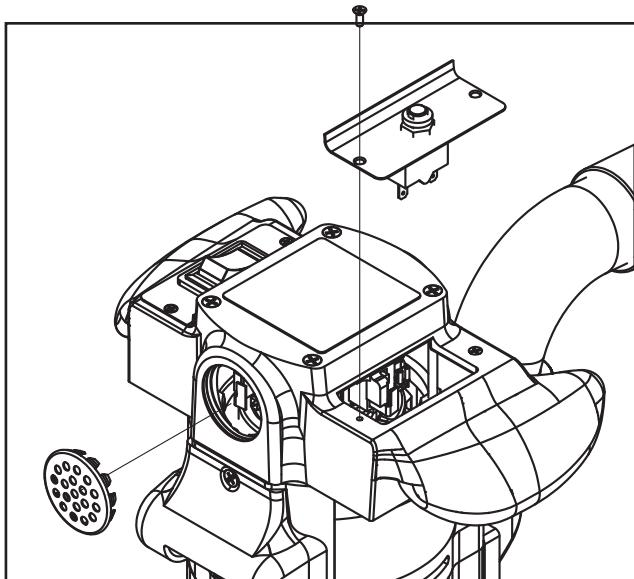
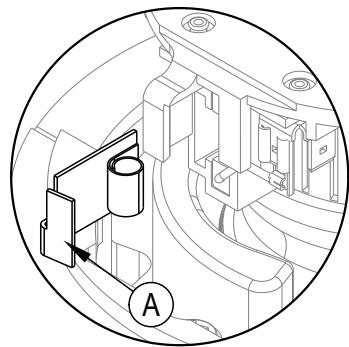

Imagen 8
Imagen 9
Inspeccionar las cuatro escobillas cada 6 meses o 250 horas. El acceso a las escobillas se obtiene a través de los tapones de ventilación del motor delantero y trasero, y debajo de ambas cubiertas del motor (Imagen 8). Presione la pestaña (A) en el ensamblaje de la abrazadera de resorte, gírela, luego retírela (Imagen 9). Utilice pinzas de punta para desconectar el cable de derivación. Si alguna escobilla se ha desgastado hasta 3/8" de largo o menos, reemplace el juego completo.